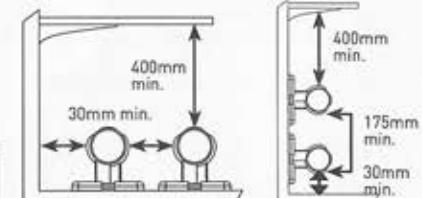

Fig.8
- * Durante l'uso si devono osservare le distanze minime riportate in [Fig. 8].